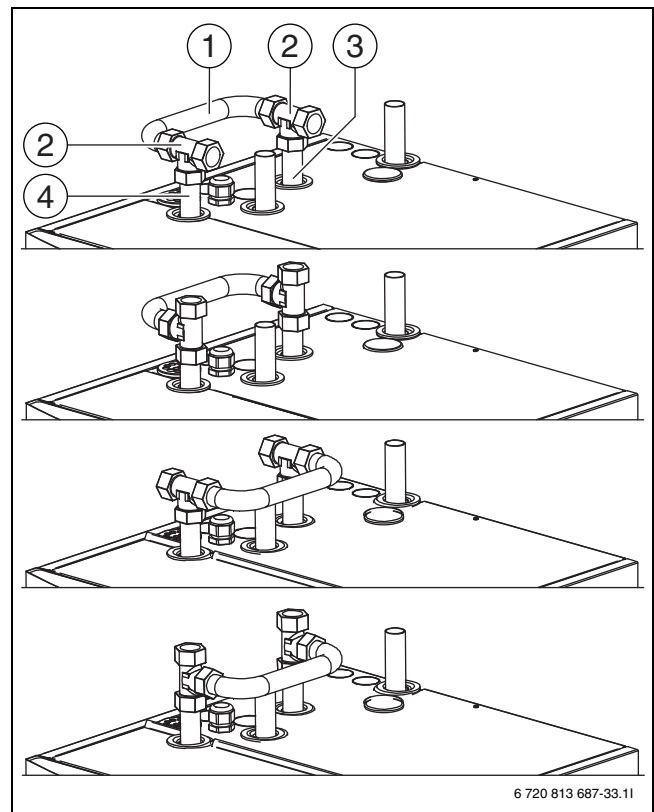

Bild 23 Bypass
- ▶ Rücklaufleitung der Heizungsanlage an [4] anschließen (→ Abb. 23).
- ▶ Vorlaufleitung der Heizungsanlage an [3] anschließen (→ Abb. 23).
Bypassleitung und T-Verbinder entsprechend einer der angegebenen Alternativen montieren (→ Abb. 23).